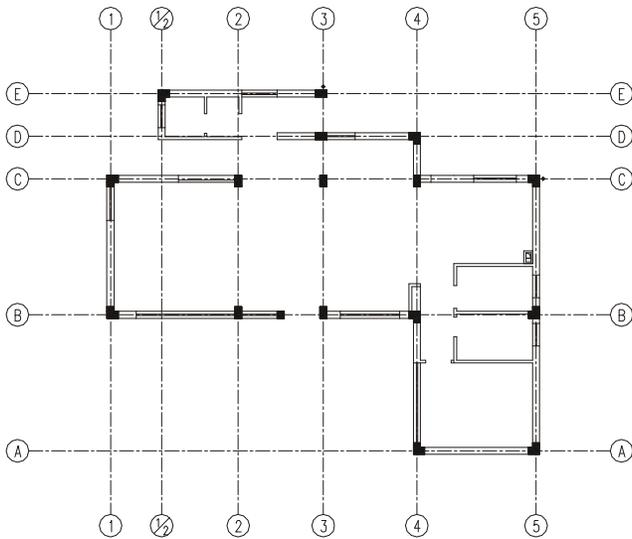

图 9-2-7
- STEP 02 用删除命令 ERASE 删除不需要的部分，得到如图 9-2-7 所示的图形。
- STEP 03 用绘制多段线命令 PLINE 和修剪命令 TRIM 将如图 9-2-7 所示的墙体进行修改和添加。得到如图 9-2-8 所示的墙体。